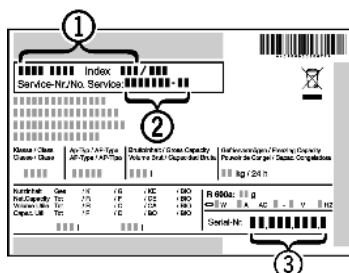

Fig. 24
► Apparaataanduiding Fig. 24 (1), service-nummer Fig. 24 (2) en serienummer Fig. 24 (3) van het typeplaatje aflezen. Het typeplaatje bevindt zich aan de binnenkant van het apparaat.